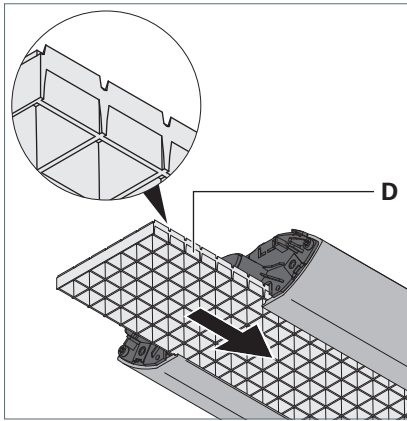

Fig. 20: Parabolraster einschieben.
- Wenn die Leuchte mit einem Parabolraster **D** ausgestattet ist: Schieben Sie das Parabolraster wieder so in die Leuchte, dass die dünnen Stege des Rasters in Lichtaustrittsrichtung zeigen, siehe Fig. 20.